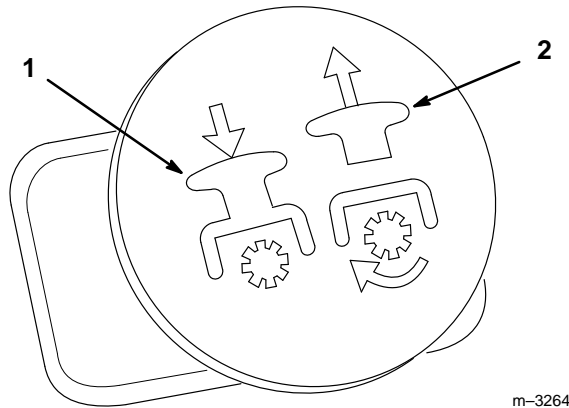

Figure 16
3. Tirer le bouton de prise de force (PdF) en position embrayée (Fig. 16).